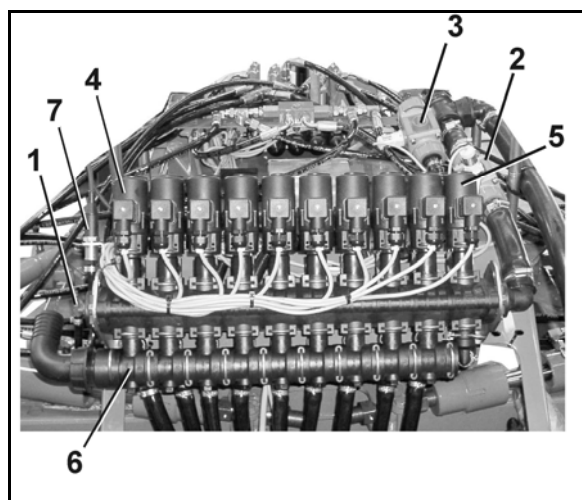

Рис. 99
| <p>(1) Штанги опрыскивателя с распределительными трубопроводами (здесь: сложенные секции штанги опрыскивателя)</p> <p>(2) Транспортный фиксатор-скобаТранспортные фиксаторы-скобы служат для фиксации сложенных штанг опрыскивателя в транспортном положении во избежание их самопроизвольного раскладывания.</p> <p>(3) Параллелограммная рама для регулировки высоты штанг опрыскивателя.</p> | <p>(4) Защитная трубка форсунок</p> <p>(5) Распорка</p> <p>(6) Фиксатор внешних консолей, см. на стр. 111</p> <p>(7) Компенсатор колебаний, см. с. на стр. 114</p> <p>(8) Клапан и переключающий кран системы DUS</p> <p>(9) Арматура штанг, см. Рис. 99</p> <p>(10) Устройство для наружной мойки</p> |